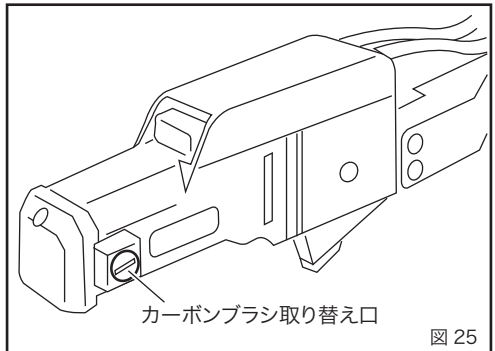

図 25
- ①カーボンブラシ取り替え口の蓋をマイナスドライバーなどで外して、中にあるカーボンブラシを交換してください。(図 25)